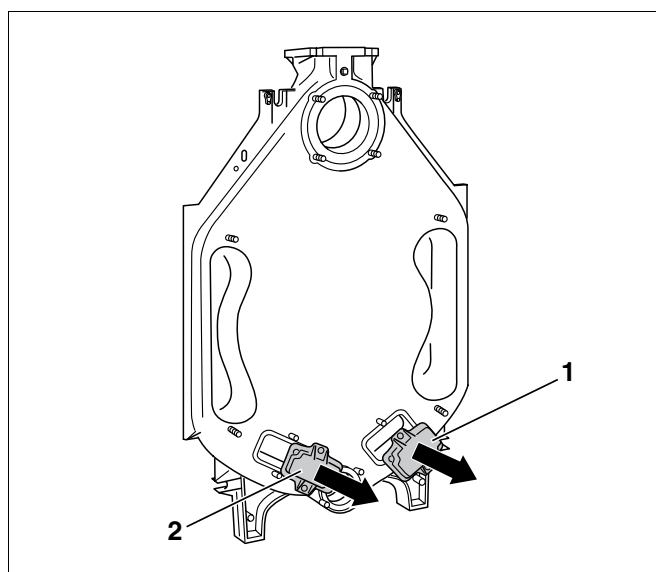

Fig. 10 Demontering av rengjøringsdeksel
- Skru av rengjøringsdekslet på bakelementet (Fig. 10, **Pos. 1** og **2**).